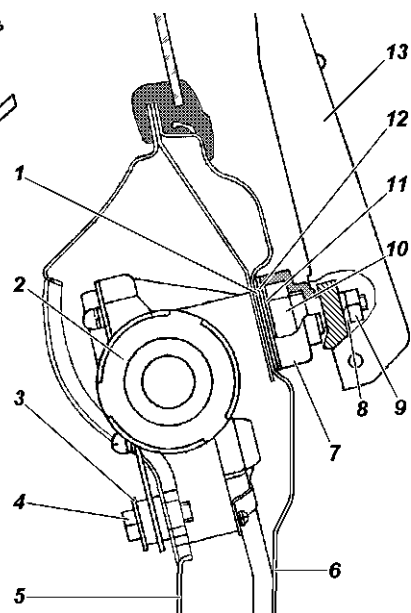

Рис. 15.18. Стеклоочиститель двери задка:
1. Откиньте рычаг 13 (рис. 15.18) со щеткой, отверните гайку 9, снимите шайбу 8, рычаг 13 со щеткой и колпачок 7.